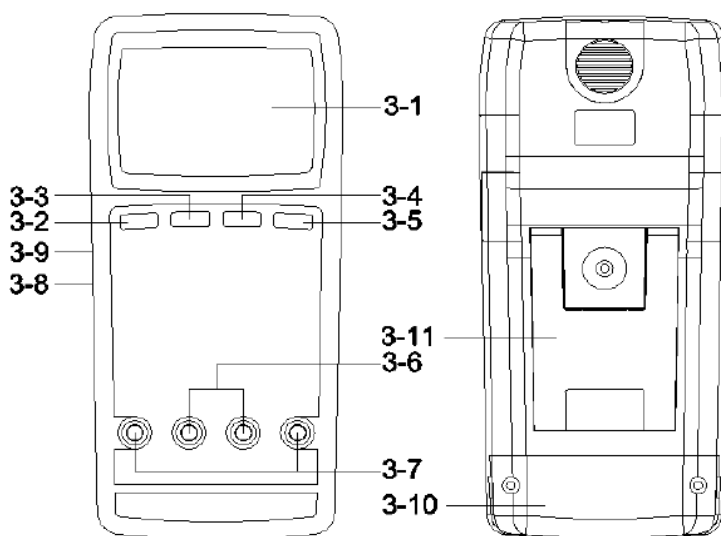

Рис. 1
1. Для увімкнення натисніть і утримуйте кнопку POWER (3-2, рис. 1) понад 1,5 с.
2. Натискайте кнопку FUNCTION (3-3, рис. 1), доки не буде обрано режим вимірювання ACV.
Під час вимірювання одноразове натискання кнопки HOLD (3-4, рис. 1) фіксує показання на дисплеї; на дисплеї з'являється символ «HOLD». Повторне натискання кнопки HOLD знімає фіксацію.
1. Функція запису фіксує максимальне та мінімальне показання. Натисніть кнопку REC (3-5, рис. 1) один раз — на дисплеї з'явиться символ «REC.», функція запису розпочата.
2. Під час роботи приладу натисніть кнопку POWER (3-2, рис. 1) один раз (коротко) — підсвічування увімкнеться.
2. Щоб вимкнути цю функцію, під час вимірювання увімкніть режим запису максимуму/мінімуму кнопкою REC (3-5, рис. 1).
Прилад має послідовний інтерфейс RS232 для ПК через роз'єм 3,5 мм (3-8, рис. 1). Вихідні дані — потік із 16 символів, який можна використовувати для власних застосувань користувача.